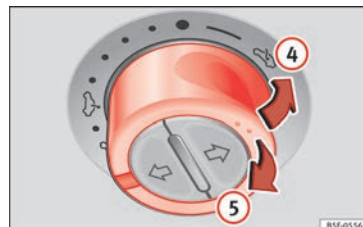

Fig. 14 En el revestimiento interior del techo: pulse el conmutador y tire de él para levantar y bajar el techo.
- Levantar: pulse el conmutador hacia la posición » **fig. 14** ④. Para una posición intermedia, mantenga el conmutador accionado hasta alcanzar la posición deseada.
- Bajar: tire el conmutador hacia la posición » **fig. 14** ⑤. Para una posición intermedia, mantenga el conmutador accionado hasta alcanzar la posición deseada.